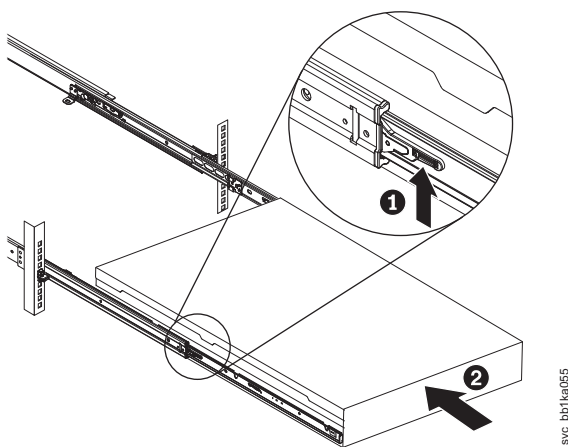

図 292. ラックのスライド・レールの SAN ボリューム・コントローラー 2145-CF8 または 2145-CG8 ロック・レバーを上げる
18. スライド・レール上のロック・レバー (図 292 の **1**) を上げて、サーバー **2** を、所定の位置にカチッと音を立てて収まるまで、ラック内に完全に押し込みます。